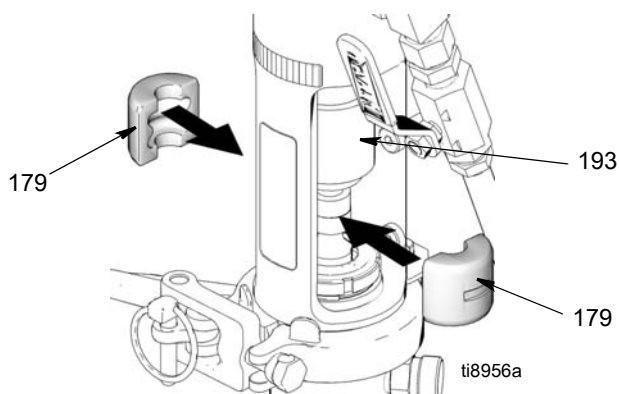

FIG. 24
5. (Fig. 24) Glisați în sus capacul cuplajului (193) pentru a obține acces la tija pompei. Montați cuplajele tijei (179) pe tijă.